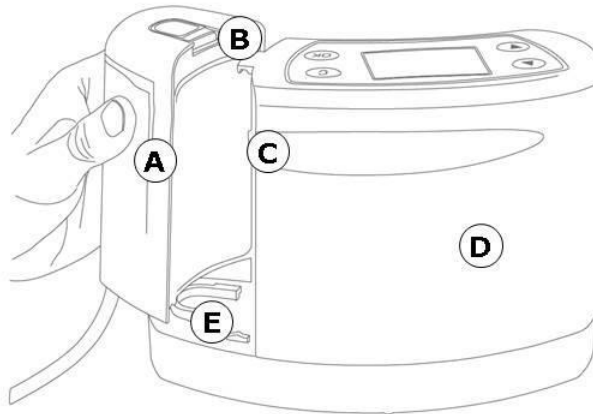

Abb. 5 Anschluss des Einweg-Sekretbehälters
1. Nehmen Sie den Einweg-Sekretbehälter (Abb. 5 (A)) aus der Verpackung.
2. Schieben Sie den Behälter auf die Führungsschiene (Abb. 5 (E)) am **ASSKEA procuff® M**, bis der Einweg-Sekretbehälter hörbar an der Verriegelung (Abb. 5 (B)) einrastet.
Die Konnektierung des Einweg-Sekretbehälters (750 ml) erfolgt ebenfalls gemäß der Abb. 5.
4. Drücken Sie auf die Verriegelung oben am Behälter (Abb. 5 (B)), halten Sie diese gedrückt und ziehen Sie den Einweg-Sekretbehälter waagrecht von dem Gerät weg.